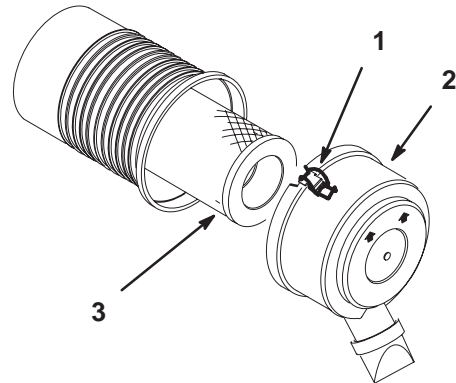

Figure 38
4. Nettoyez la surface autour du filtre à air pour éviter que des impuretés ne s'introduisent dans le moteur et l'endommagent. Desserrez les clips de blocage et déposez le couvercle du filtre à air (Fig. 38).
5. Sortez le filtre de son logement avec précaution (Fig. 38).
1. Insérez l'élément dans son logement avec précaution (Fig. 38).
2. Placez le couvercle du filtre à air dans le logement et verrouillez les clips de blocage (Fig. 38).